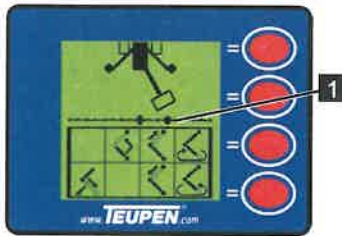

Abb. 129
- Im Display erscheint die Anzeige (Abb.129).